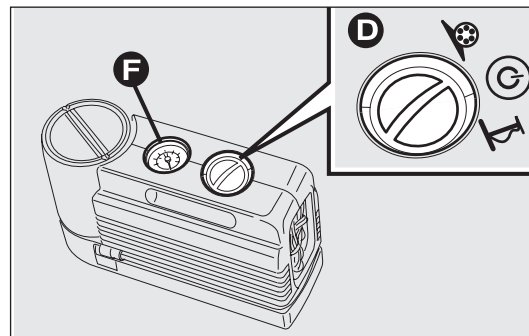
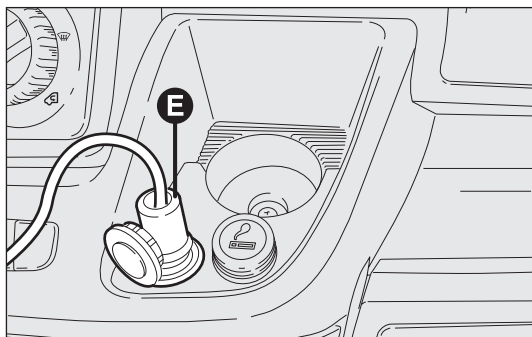

рис. 173
рис. 174
- ☐ вставьте вилку Е – рис. 174 в ближайшую розетку электрического тока 12 В и включите двигатель. Поверните переключатель D – рис. 173 против часовой стрелки в положение ремонта. Включите комплект кнопкой on/off. Давление накачки шины должно соответствовать указанному в параграфе «Давление накачки» в главе «Технические характеристики».
Для более точного определения давления проверьте его значение по манометру F – рис. 173, когда компрессор выключен и центральный переключатель все еще находится в положении ремонта;